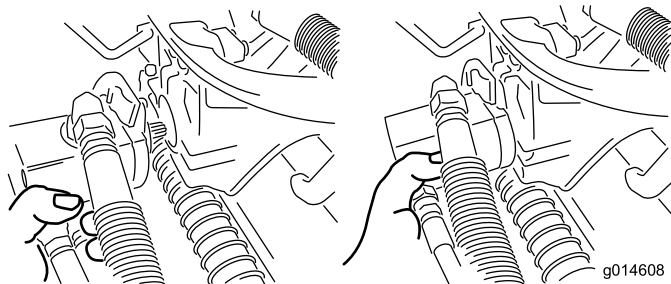

図 37
3. 外したモータは、サスペンション・アームの前部にある一時保管位置にセットしておく（図 37）。